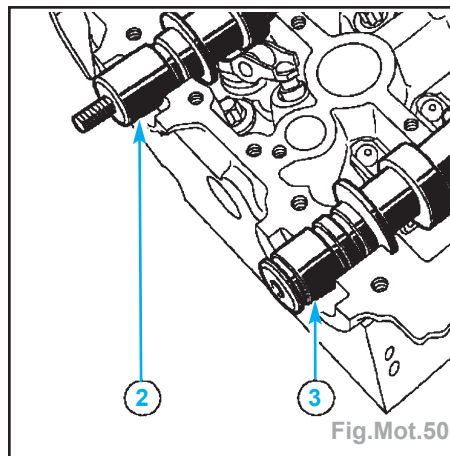

Fig.Mot.50
- Les arbres à cames s'identifient par les fixations des poulies (Fig.Mot.50) :